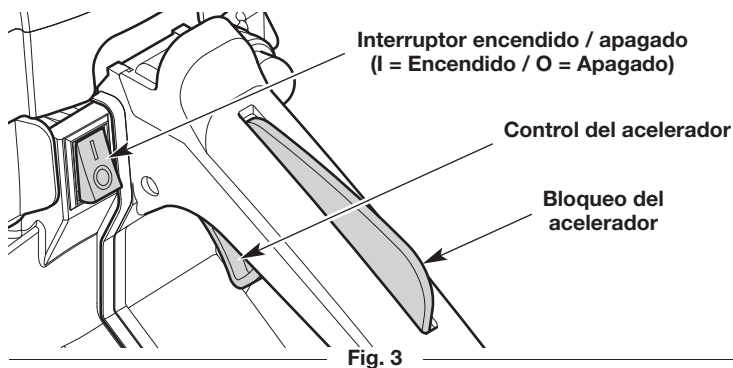

Fig. 3
1. Mueva el interruptor de encendido/apagado a la posición **On** (encendido) (Fig. 3).
NOTA: NO toque el control del acelerador (Fig. 3) hasta el paso 10.
2. Mueva el interruptor de encendido/apagado a la posición **Apagado (O)** (Fig. 3). Espere a que el motor y la cadena de la sierra se hayan detenido completamente.